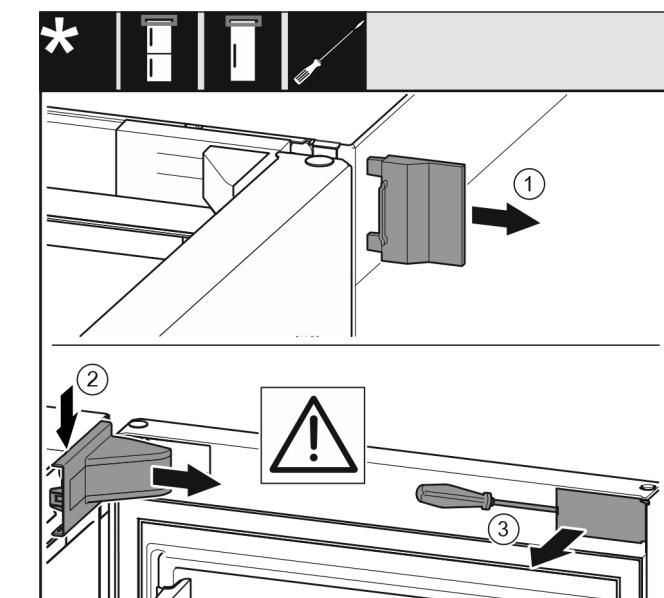

Fig. 9
- 取下外盖。Fig. 9 (1)
- 拆卸并松开托架盖。取下托架盖。Fig. 9 (2)
- 使用带槽螺丝刀松开隔板并把它转到一边。Fig. 9 (3)